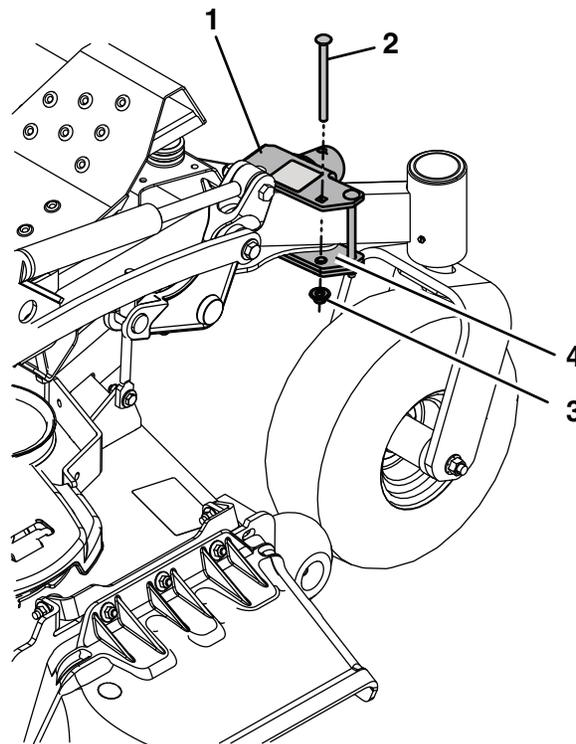
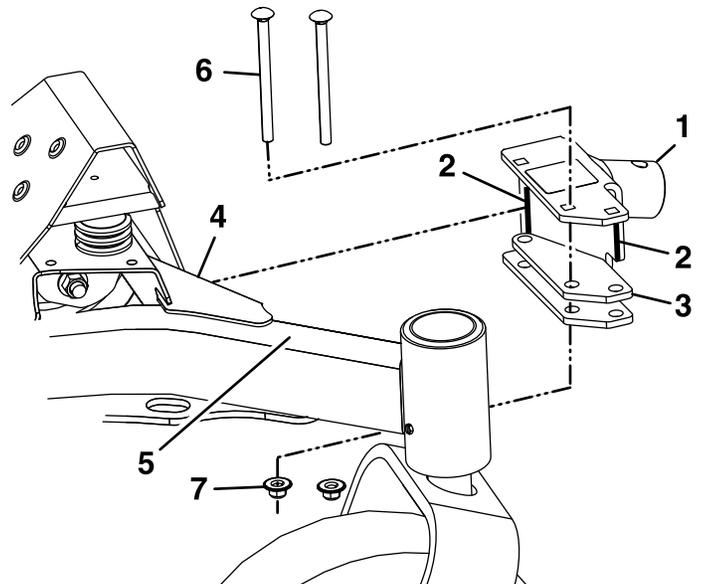

Figure 1
Figure 3
2. Alignez les bords verticaux du support de cric sur le tube et le gousset du cadre, comme montré à la Figure 3.
3. Placez l'entretoise entre la face inférieure du cadre et le bas du support du cric (voir Figure 1 et Figure 3). Installez les deux boulons ($\frac{3}{8}$ -16 x 5 po) et écrous Nyloc ($\frac{3}{8}$ po) extérieurs (voir Figure 1), et serrez-les à la main.